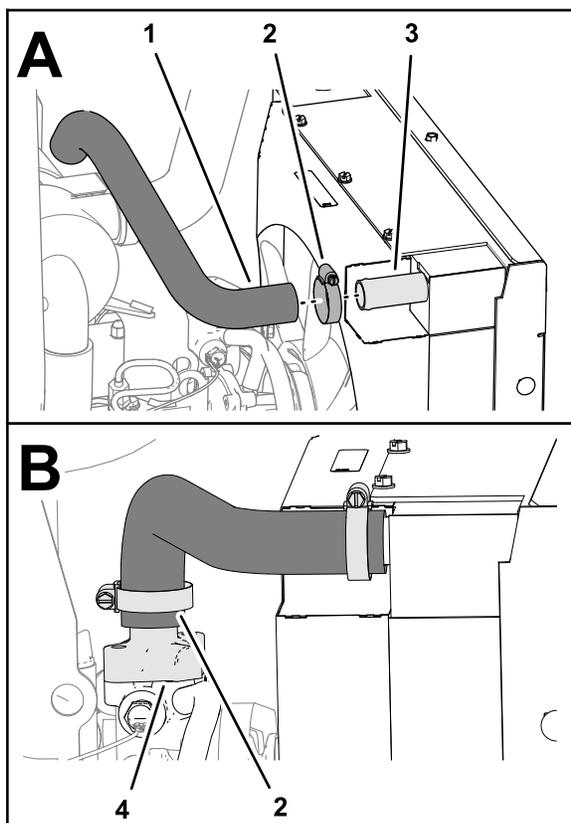

Figure 44
1. Fixez légèrement la durite supérieure à l'entrée du radiateur (Figure 44) à l'aide d'un collier que vous avez retiré sous 5 Débranchement des durites du radiateur (page 8).
2. Fixez l'autre extrémité de la durite supérieure du radiateur au boîtier de thermostat du moteur (Figure 44) avec l'autre collier que vous avez retiré sous 5 Débranchement des durites du radiateur (page 8).